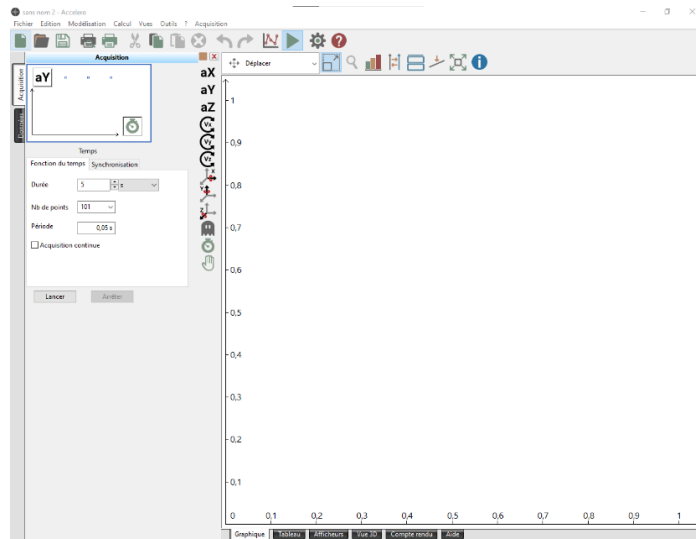

Figure 8 : Interface logicielle
- Ici on ne s'intéresse qu'à l'accélération horizontale selon l'axe Y (figure 8).